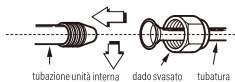

Fig 27
-Serrare a sufficienza il dado di svasatura con le dita, quindi serrare con una chiave inglese e una chiave dinamometrica come mostrato nelle Fig. 27 e 28.